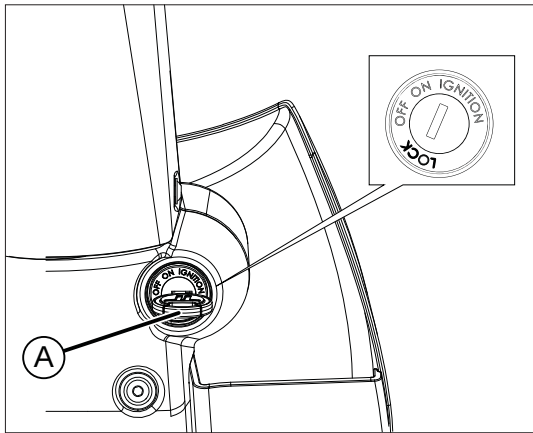

Abb. 6
- den Schlüssel A, Abb. 6, drücken und nach links in die Position LOCK drehen;